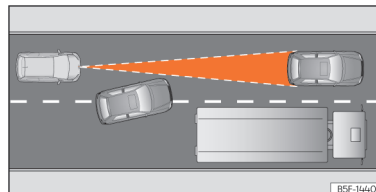

Fig. 110 Mudança de faixa de um veículo.
- Veículos que mudem para a faixa na qual circula a pouca distância do veículo >>> **Fig. 110.**